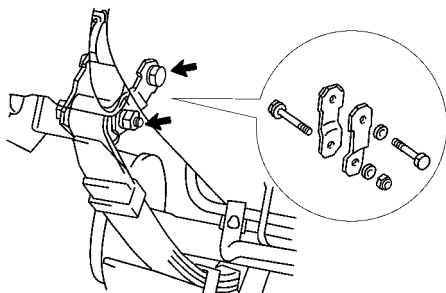

图 14-185 拆下吊耳板的螺栓和螺母
2) 拆下吊耳板的螺栓和螺母，如图 14-185 所示，然后拆下钢板弹簧。